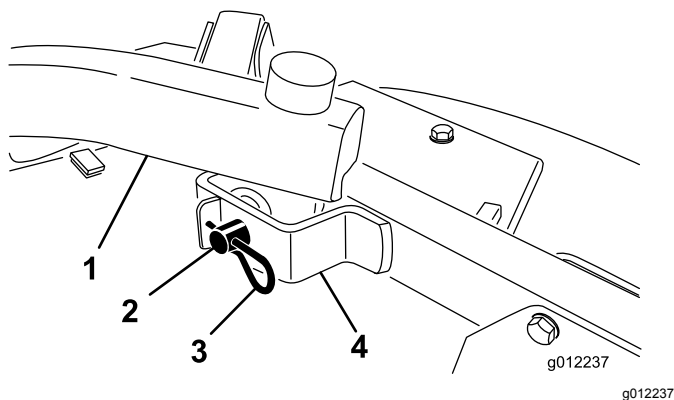

Figura 24
2. Rimuovete le coppiglie a forcina e i perni con testa che fissano i bracci di sollevamento alle staffe dei bracci delle ruote orientabili (Figura 24).